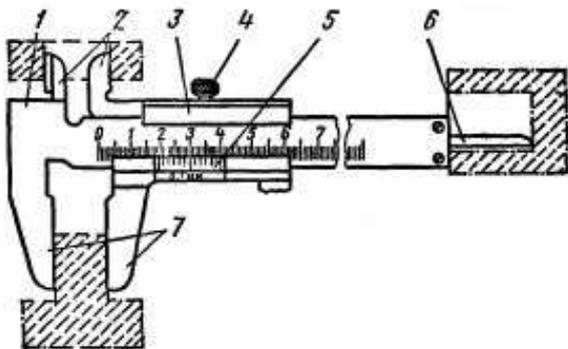

Рис. 1. Штангенциркуль:
- изучить все части и их назначение (рис. 1);